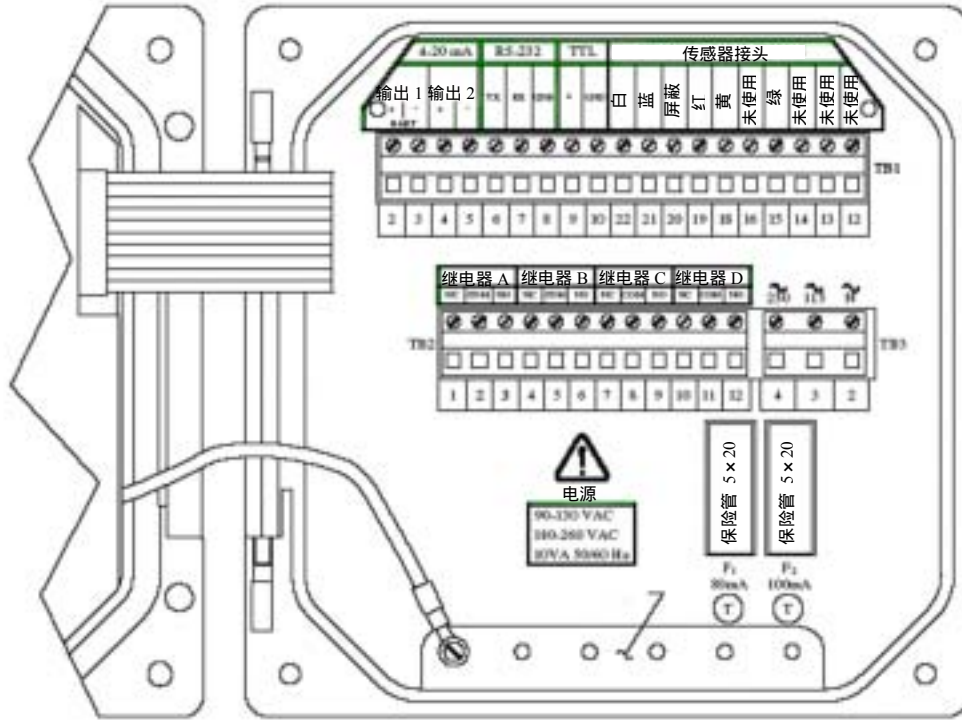

图 2-3 用于序列号前缀带“B”的分析仪接线端子名称
为了靠近接线端子进行电气连接，旋开四个固定螺丝后打开上盖。图 2-3 或 2-4 表示接线端子排列和它们的名称。
- 序列号前缀带 “B” 分析仪的壳体底部 (5 个开孔, 图 2-3) 的接地片;
- 序列号前缀带“B”分析仪的壳体底部（5 个开孔，图 2-3）的接地片